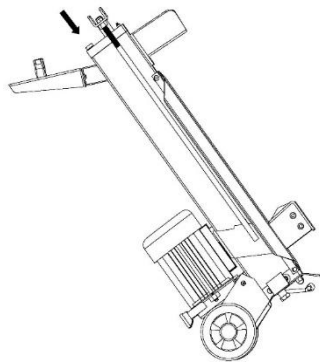

Fig.6
8. Curățați șurubul de scurgere a uleiului înainte de a-l înfileta înapoi. Asigurați-vă că acestea sunt strânse pentru a evita scurgerile înainte de a plasa despicătorul de bușteni orizontal (Fig.6).